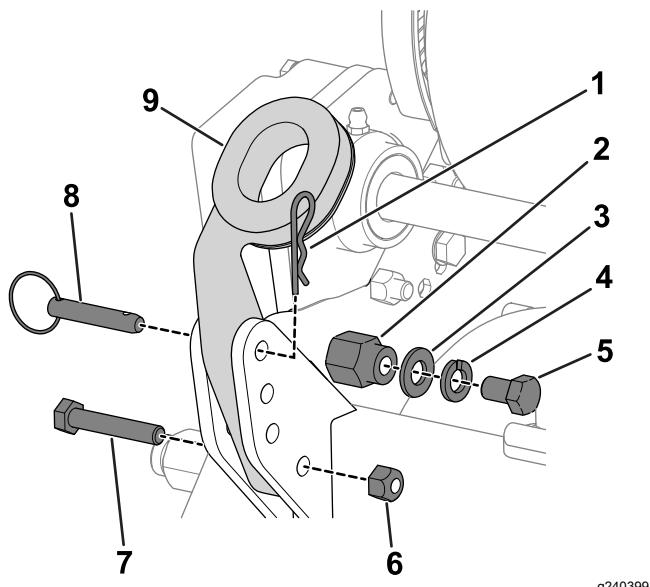

図3
1. ハンドルアームの下部を機体両側に固定しているボルト5/16"、ロックナット、リングピン、ヘアピンコッターを取り外す図3。
2. 機体両側の取り付けピンから、ボルト5/8"、ワッシャ、ロックワッシャを取り外す図3。
3. ハンドルの各端をハンドルアームの穴に差し込み、取り付けピンとハンドルの穴を整列させる図3。
6. 先ほど外したボルト5/16"、ロックナット、ヘアピンコッターを使って、ハンドルアームをフレーム後部に固定する図3。